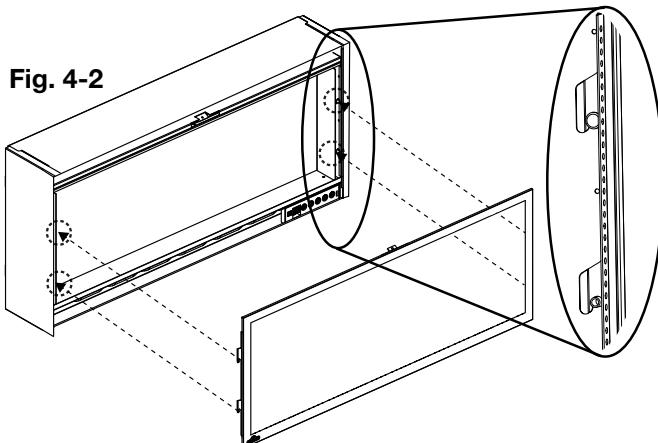

Fig. 4-2
- Installez le verre avant en alignant les goujons sur l'appareil. Déplacez le verre vers l'intérieur puis vers le bas avec les supports (Fig. 4-2).